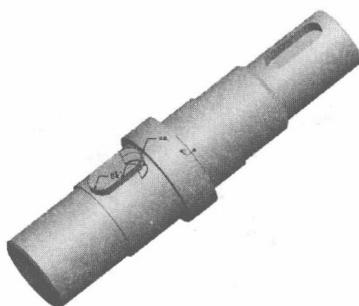
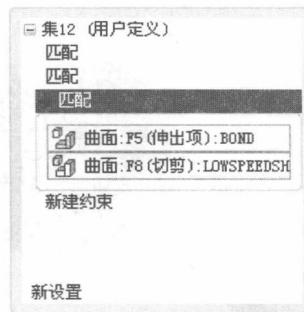

图 1.12 定义另一侧的约束
图 1.13 完成约束后的【放置】上滑面板
**STEP 10** 单击【放置】上滑面板中的【新建约束】，单击【放置】上滑面板中的【约束类型】下拉列表框，在下拉列表中单击选择【匹配】。依次单击选中键的底面和键槽的另一侧的半圆柱面。此时在图上标注出提示信息，如图 1.12 所示。完成约束后的【放置】上滑面板如图 1.13 所示。